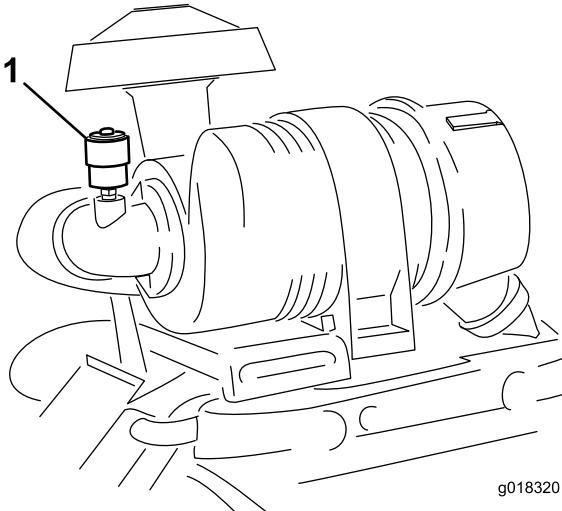

Figura 44
Faça a manutenção ao filtro de ar apenas quando o indicador de manutenção (Figura 44) o exigir. Mudar o filtro de ar antes de ser necessário apenas aumenta a possibilidade de entrar sujidade no motor quando se retira o filtro.
6. Reinicie o indicador (Figura 44) se este se apresentar vermelho.